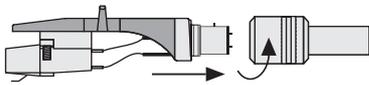

Abb. 4 Systemträger montieren
1. Nehmen Sie den Systemträger aus einem der beiden seitlichen Styropor-Verpackungsteile heraus, stecken Sie ihn auf das vordere Ende des Tonarmes und sichern Sie ihn mit der Verriegelungsmutter (Abb. 4).